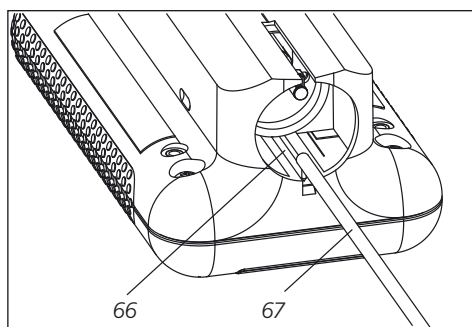

Рис. 15
1. Поместите подходящий прибор для измерения текстуры поверхности (например Perthometer S2, устройство подачи PZK, щуп MFW без башмака) так, чтобы щуп располагался на встроенном эталоне и можно было измерить длину трассирования 5,6 мм (см. рис. 15).